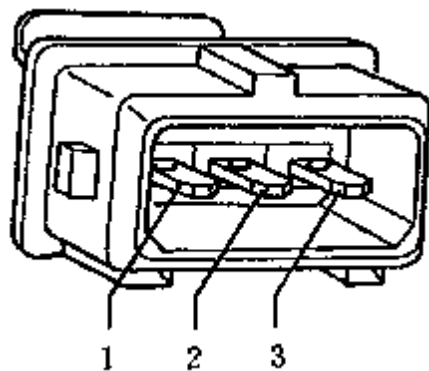

图 5-24 发动机转速传感器端子
从转速传感器上拔下导线的插头（灰色），把便携式万用表 V.A.G1526（电阻测量档，串接到插头的 1 号和 2 号端子之间（见图 5-24）），其规定值约为 450~1000 Ω 之间。
(3) 重新检测, 如果没有达到规定值要求, 应拉下相应的爆震传感器的线束插头, 检测爆震传感器线束插头的三个端子间是否短路(图 5-24)。如针脚之间短路, 应更换传感器。
(4) 检测从爆震传感器到发动机控制单元线束的连接时, 先把检测盒 V.A.G1598/22 同发动机控制单元的线束相接, 然后检测从相应的传感器到发动机控制单元的导线是否断路或/对正极或负极短路, 爆震传感器端子与检测盒或控制单元的对应关系见表 5-38 所列。必要时排除导线的故障。